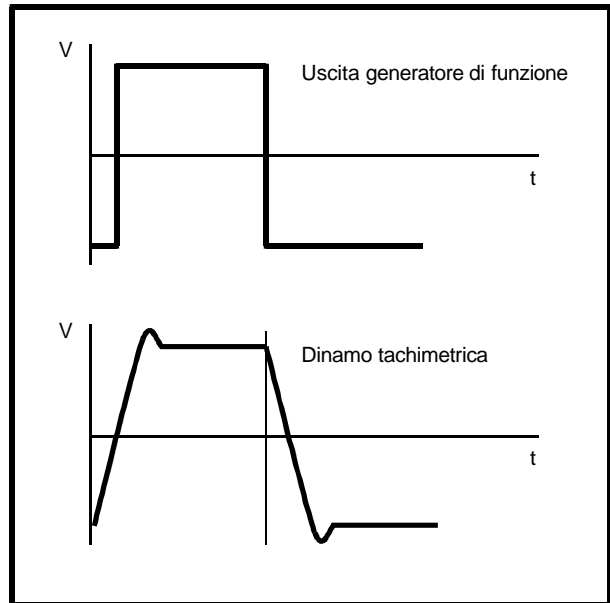
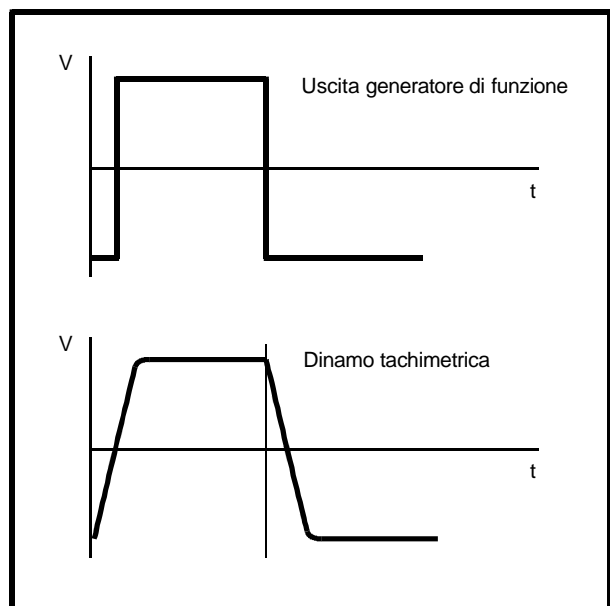

Figura 19 *Forma d'onda prodotta in caso di guadagno derivativo insufficiente*
Figura 20 *Forma d'onda ideale*
12. Una volta ottenuta una forma d'onda senza oscillazioni la risposta avrà la maggior parte delle volte un superamento come indicato nella figura 19. Nel caso considerato il sistema ha un'azione derivativa insufficiente. Per eliminare l'eventuale superamento ruotare il potenziometro DERIVATIVE (derivativo) in senso orario come indicato nella figura 20.